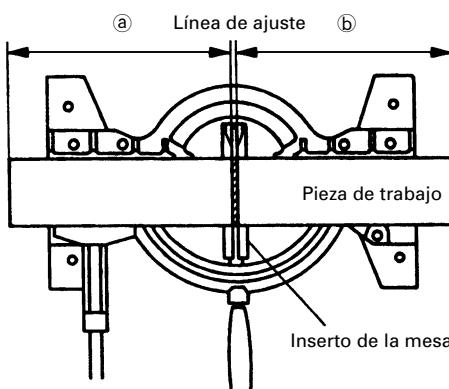

Fig. 15
- Como se muestra en la Fig. 15, la anchura de la hoja de sierra es la de corte. Por lo tanto, deslice la pieza de trabajo hacia la derecha (vista desde la posición del operador) cuando desee la longitud ②, o hacia la izquierda cuando desee la longitud ①.